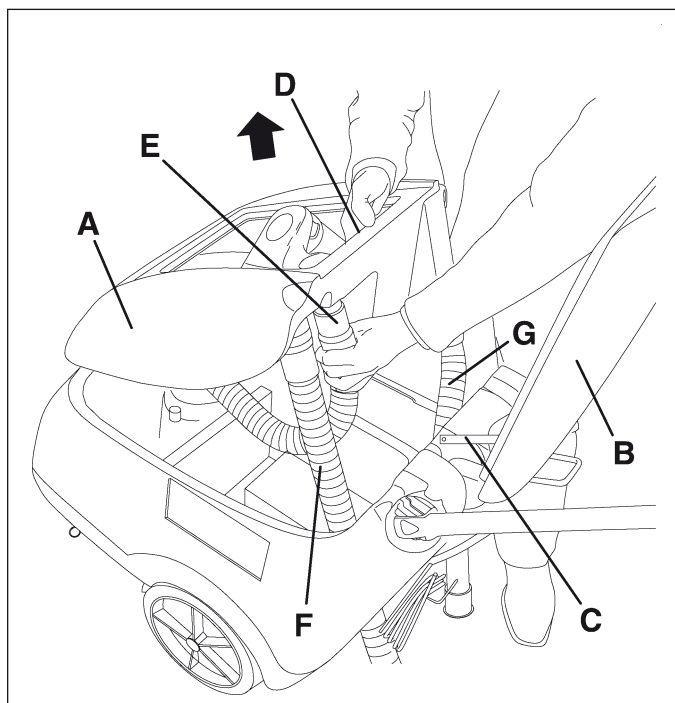

Figure 15
Pour pouvoir effectuer toute opération de contrôle ou d'entretien, il peut être nécessaire de déposer le réservoir de l'eau de récupération (A, Fig. 15) en procédant comme suit.
1. Vider le réservoir (A, Fig. 15) en procédant comme indiqué au paragraphe spécifique.
6. Ouvrir le couvercle (B, Fig. 15) et insérer le support (C) du couvercle.
7. Saisir le réservoir de l'eau de récupération (A, Fig. 15) dans la zone (D) et le soulever légèrement, comme indiqué dans la figure.
8. Déconnecter le tuyau d'aspiration (E, Fig. 15) du réservoir, puis déposer le réservoir (A) avec les tuyaux (F) et (G).